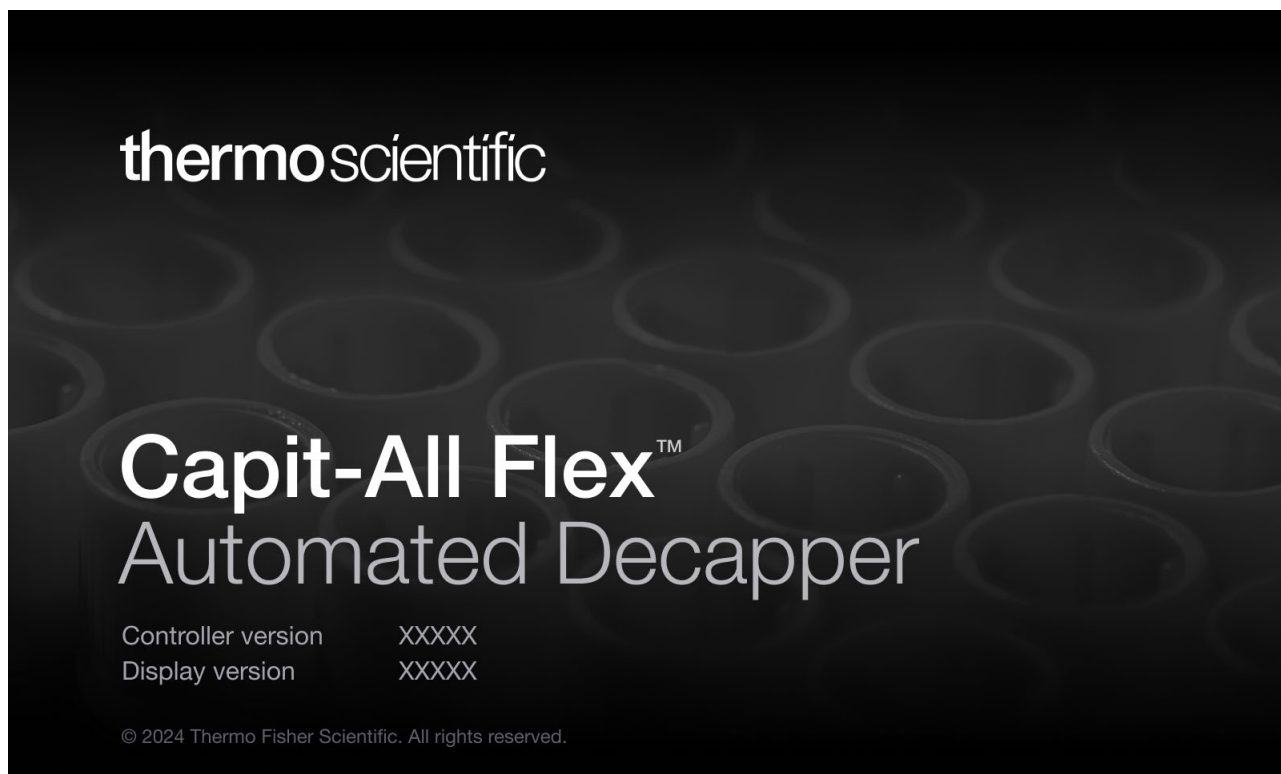

図 6. ホーム画面
6. Capit-All Flex が初期化され、**図 6** に示すように**ホームメニュー**画面が表示されます。